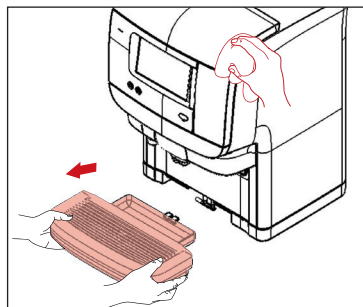

Fig.3
1. Alisin ang drip tray at alisin ang laman kung kinakailangan (Fig.3), linisin ang drip tray gamit ang isang basahan o brush sa ilalim ng tuluy-tuloy na tumutulong tubig.